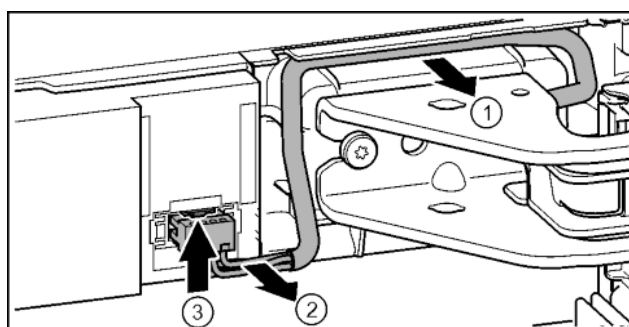

Fig. 23
- ▶ Ostrożnie wyjąć kabel znajdujący się nad płytką zawiasu. Fig. 23 (1)
- ▶ Z kanału ostrożnie wyjąć przewód pleciony. Fig. 23 (2)
- ▶ Nakładkę wcisnąć w górę i ostrożnie wyjąć wtyczkę. *Fig. 23 (3)*